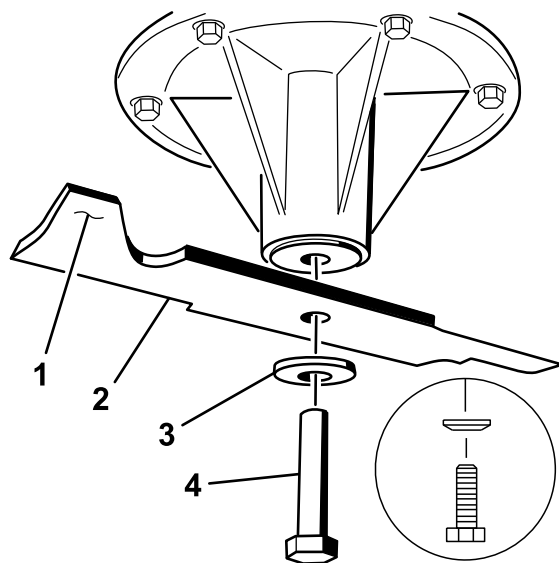

Figura 81
1. Instale la cuchilla en el eje (Figura 81).
2. Instale la arandela de muelle y el perno de la cuchilla. El cono de la arandela de muelle debe estar orientado hacia la cabeza del perno (Figura 81). Apriete el perno de la cuchilla a 115–150 Nm (85–110 pies-libra).